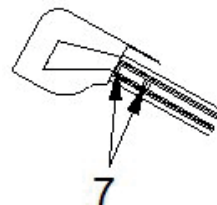

Abb. 21: Befestigung der Führungsschienen am Kasten
- » Verschrauben Sie diese an die dafür vorgesehenen Stellen an der Innenseite (7 – Abb. 21).